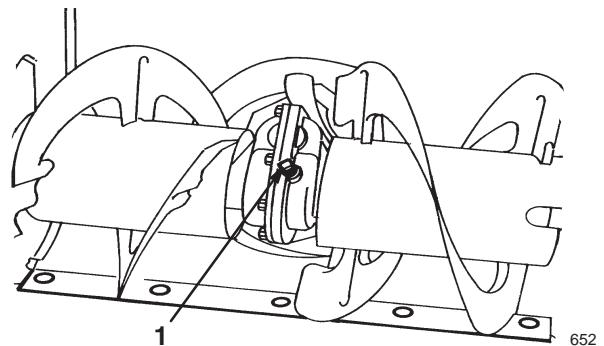

Bild 18
4. Den Bereich um den Rohrverschluß herum reinigen (Bild 18).
5. Entfernen Sie den Rohrverschluss vom Getriebe (Bild 18).